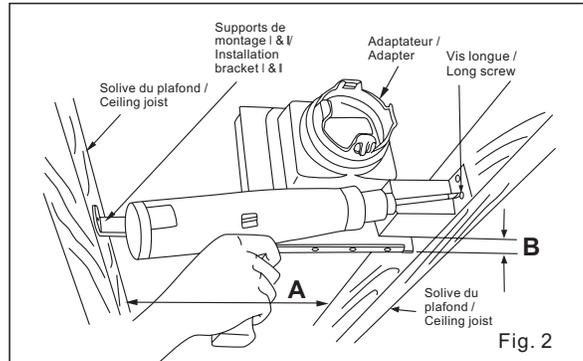

Fig. 2
- Enlever l'adaptateur sur la carcasse et le fixer aux solives au moyen des vis longues (M4 x 30) ( voir Fig. 2).
- Remove adapter from body and fix to ceiling joists using long screws (M4 x 30).(Fig. 2)